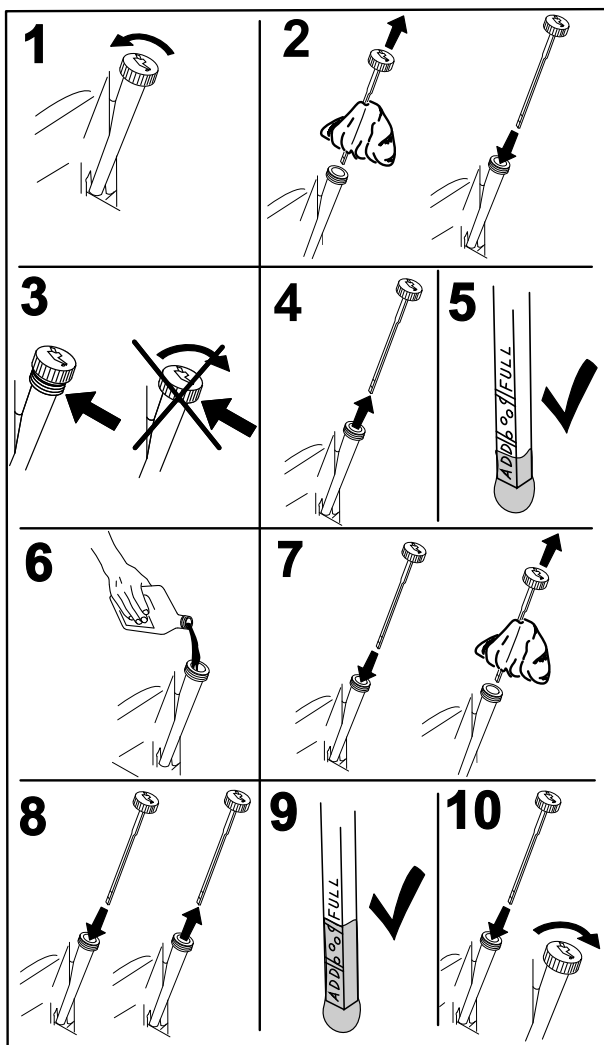

Figura 30
4. Pare el motor, retire la llave y espere a que se detengan todas las piezas en movimiento antes de abandonar el puesto del operador (Figura 30).